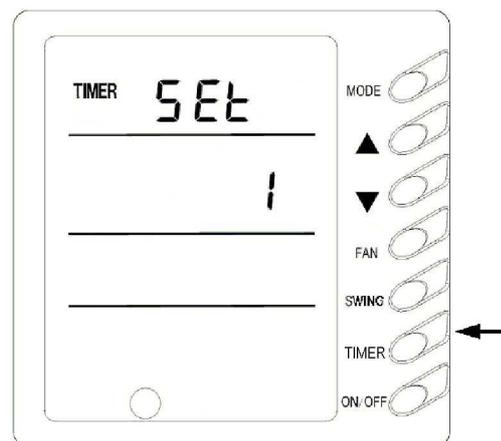
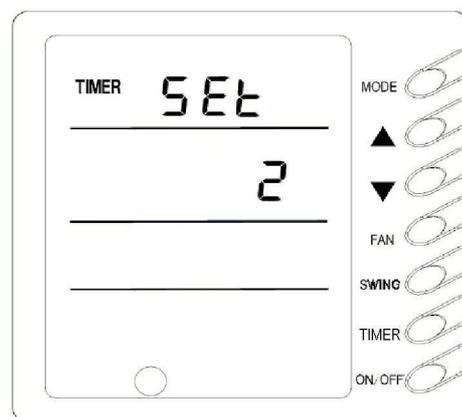

Рис.7
Рис.8
6) Установка таймера (Рис.7, 8, 9)
следует при помощи кнопок ▲ или ▼ установить таймер (Рис.7), время (рис.8) или удалить таймер